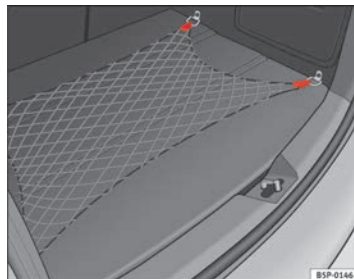

Fig. 108 Red portaobjetos maletero
- Utilice las anillas de amarre existentes en los laterales del maletero, para fijar la red portaobjetos ⇒ fig. 108.